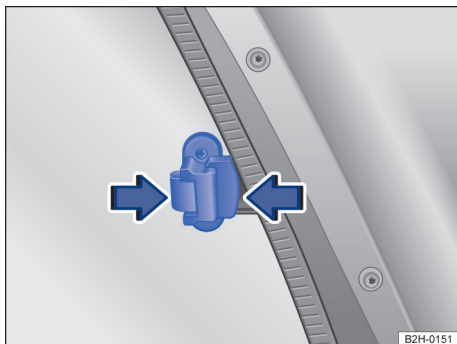

Fig. 57 No painel lateral da capota rígida do compartimento de carga: alça do vidro.
- Comprimir a alça da janela no sentido da seta → Fig. 57.